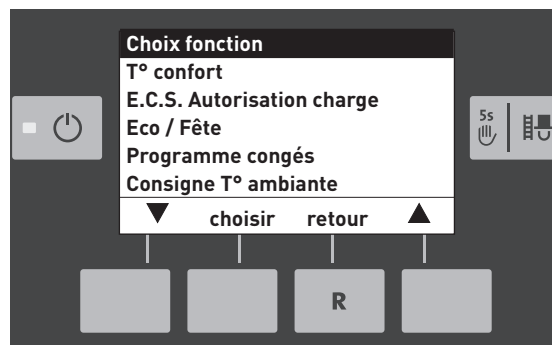

Fig. 29
- ▶ Sélectionner « Choix fonction » – Fig. 29.